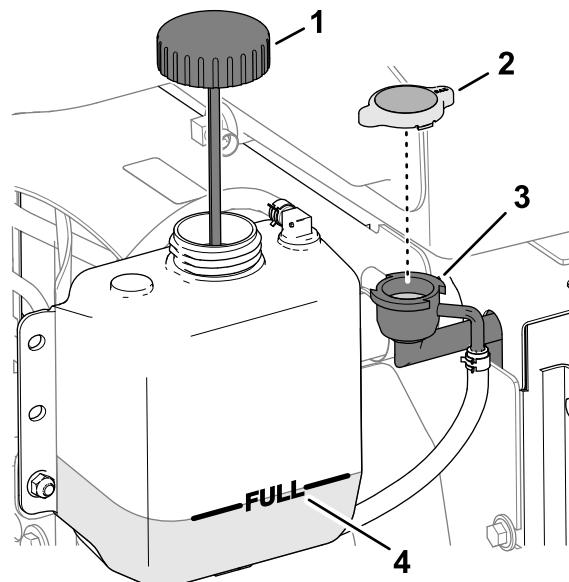

Figure 108
3. Enlevez le bouchon de radiateur avec précaution (Figure 108).
**Remarque:** Le niveau de liquide de refroidissement est correct lorsqu'il atteint le haut du goulot de remplissage du radiateur (Figure 108).